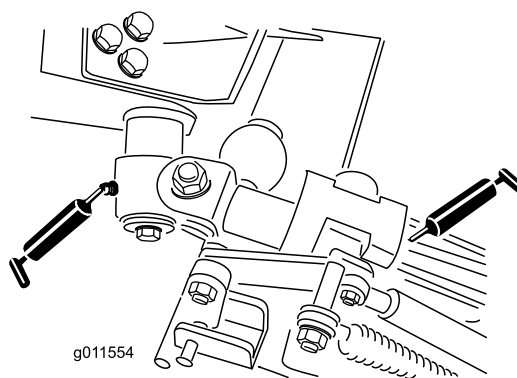

Рисунок 48
- Втулки осей поворота коленчатых рычагов (2 шт.) (Рисунок 48)
- Втулки подъемных рычагов (4 шт.) (Рисунок 48)